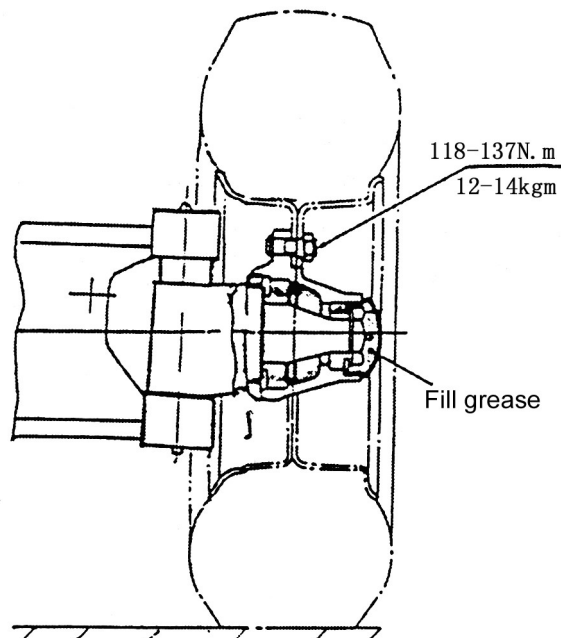

Fig.8-4 Ajuste de precarga
(1) Como se muestra en la Fig.8-4, con grasa lubricante, llene la cámara formada por los cubos de las ruedas, los cojinetes de los cubos de las ruedas y las cubiertas de los cubos de las ruedas y cubra los labios de los sellos de aceite.
(2) Presione los cojinetes del cubo en el cubo y coloque el cubo en el eje de los nudillos.
(3) Coloque una arandela plana y apriete una tuerca de castillo a un par de 206-235 Nm (21-24 kgm) y aflójela y luego vuelva a apretarla a un par de 9,8 N. m (1 kgm).
(4) Para asegurar una instalación firme del cubo, golpéelo ligeramente con un martillo de madera y, mientras tanto, gire el cubo durante 3-4 vueltas.
(5) Apriete la tuerca del castillo y alinee una de sus muescas con un orificio de chaveta perforado en la mangueta de dirección.
(6) Nuevamente, golpee ligeramente el cubo con un martillo de madera y, en este tiempo, gire manualmente el cubo durante 3-4 vueltas para garantizar su rotación suave con un par especificado de 2,94-7,8 N. m (0,3-0,8 kgm).
(7) Si el valor de par necesario para girar el cubo es mayor que el especificado anteriormente, atornille la tuerca de castillo durante 1/6 de vuelta y mida el valor de par en ese momento.
(8) Cuando el valor de par medido sea superior al especificado, bloquee la tuerca del castillo con un pasador de chaveta.